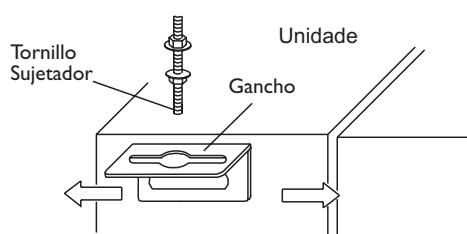

Fig. 3-V
- Instale el gancho en la unidad, como se muestra en la Fig. 3-V.